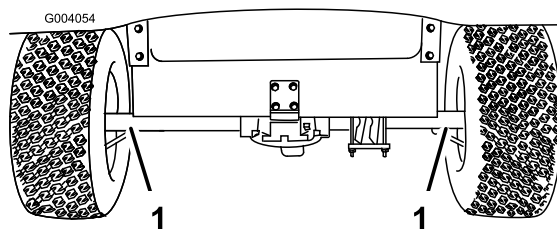
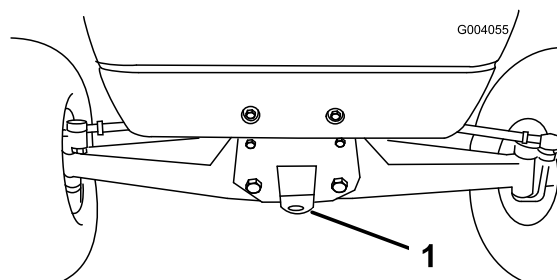

図 31
図 32
長距離を運ぶ場合にはトレーラを使用してください。必ず確実に固定して輸送してください。ロープがけのポイントについては図 31 と図 32 を参照してください。
2. 前フレームのトングにロープなどの牽引索を取り付ける (図 32)。